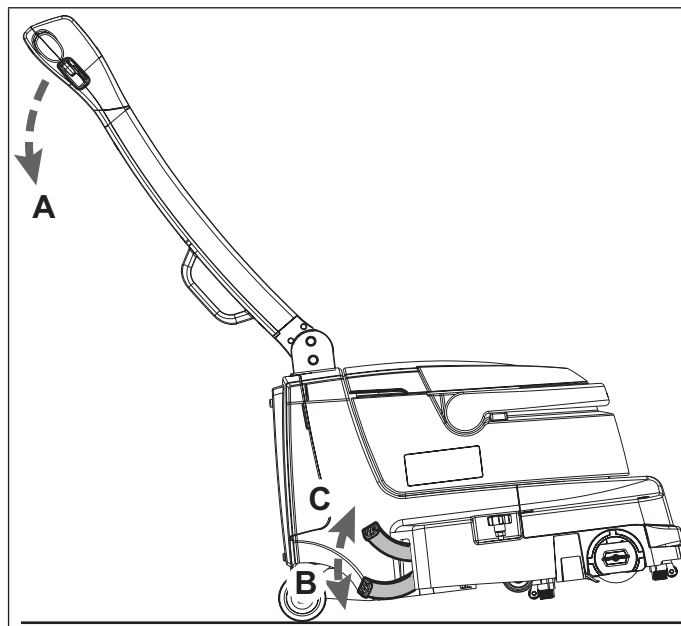

Abbildung 1
Zur Vereinfachung der Tätigkeiten mit dem Abstellpedal (10) den vorderen Teil des Gerätegehäuses leicht anheben, indem der Schubbügel (A, Abb. 1) mit den Händen nach unten gedrückt wird.
1. Mit den Händen den Schubbügel (A) leicht niederdrücken, um den vorderen Teil des Gerätegehäuses etwas anzuheben, dann das Pedal (B, Abb. 1) niederdrücken. Unter diesen Umständen berühren die Vorderräder (11) den Boden während die Bürsten-/Sauglippengruppe angehoben ist.